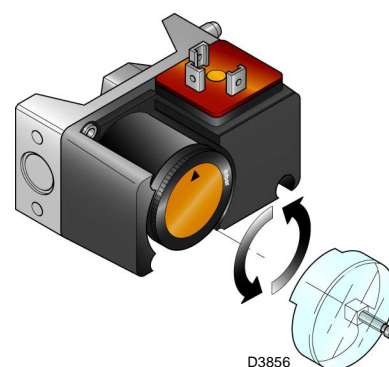

Fig. 32
- Regolare il pressostato gas di massima (Fig. 32 a pag. 35) a fine scala.
Eseguire la regolazione del pressostato gas di massima (Fig. 32) dopo aver effettuato tutte le altre regolazioni del bruciatore con il pressostato gas di massima regolato a fine scala.